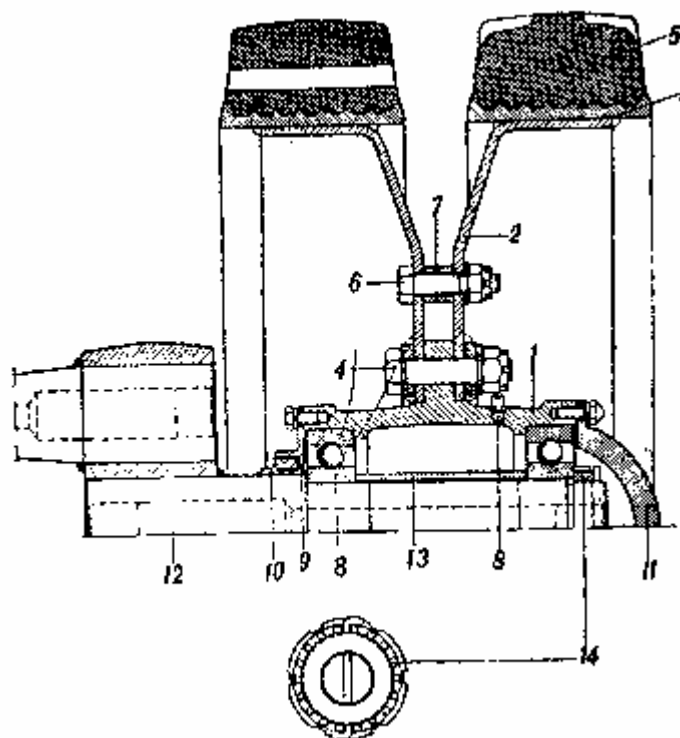

Рис. 135. Опорный каток с наружной амортизацией:
Опорный каток с наружной амортизацией (рис. 135) состоит из ступицы 1 и двух штампованных дисков, 2 с обрезиненными ободами 3. Ступица отлита заодно с фланцем, к которому крепят шестью болтами 4 диски. На диски в нескольких местах напрессованы и приварены обода с резиновой шиной 5. Диски стягивают десятью болтами 6.
Собранный опорный каток надевают на ось 12 (см. рис. 135) впрессованную в балансир, до плотного упора торца внутренней обоймы шарикоподшипника 8 в бурт оси.
- 4) Снять броневой колпак 11 (см. рис. 135), расшплинтовав и отвернув гайку 14.